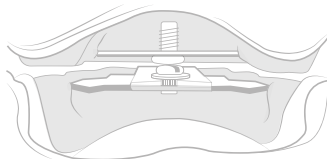

Fig. 4
**14.** Para comprobar el arco gótico se pinta nuevamente toda la placa exceptuando la cruz y se repite todo el proceso del registro. Si el segundo arco gótico pintado se encuentra también exactamente en la posición de la cruz, la placa de plexiglás se puede colocar en la posición de la punta del arco y fijar con el tornillo y la arandela (Fig. 4).